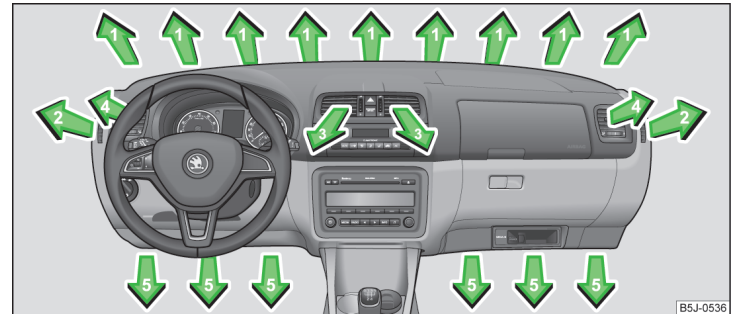

Abb. 99 Luftaustrittsdüsen
Bei den Luftaustrittsdüsen 3 und 4 » Abb. 99 kann die Luftstromrichtung geändert und die Düsen können auch einzeln geschlossen und geöffnet werden. ▶
› Das senkrechte Rad (Luftaustrittsdüsen 3) » Abb. 99 bzw. das waagerechte Rad (Luftaustrittsdüsen 4) in die Stellung  drehen.
› Das senkrechte Rad (Luftaustrittsdüsen 3) » Abb. 99 bzw. das waagerechte Rad (Luftaustrittsdüsen 4) in die Stellung 0 drehen.
- › Die waagerechten Lamellen mithilfe des verschiebbaren Verstellelements schwenken, um die Höhe der Luftströmung zu ändern » Abb. 99.
Wir empfehlen Ihnen, die Luftaustrittsdüsen **3** » Abb. 99 auf Seite 93 in allen Betriebsarten geöffnet zu belassen.